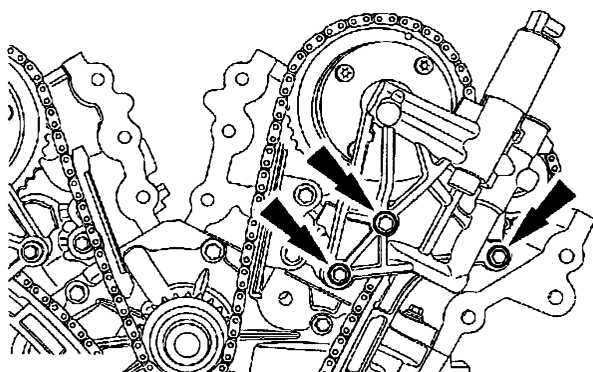

图 15-5 拆卸左侧可变凸轮轴正时总成壳体上的 3 个螺栓
- 6) 拆卸左侧可变凸轮轴正时总成壳体上的 3 个螺栓，如图 15-5 所示。